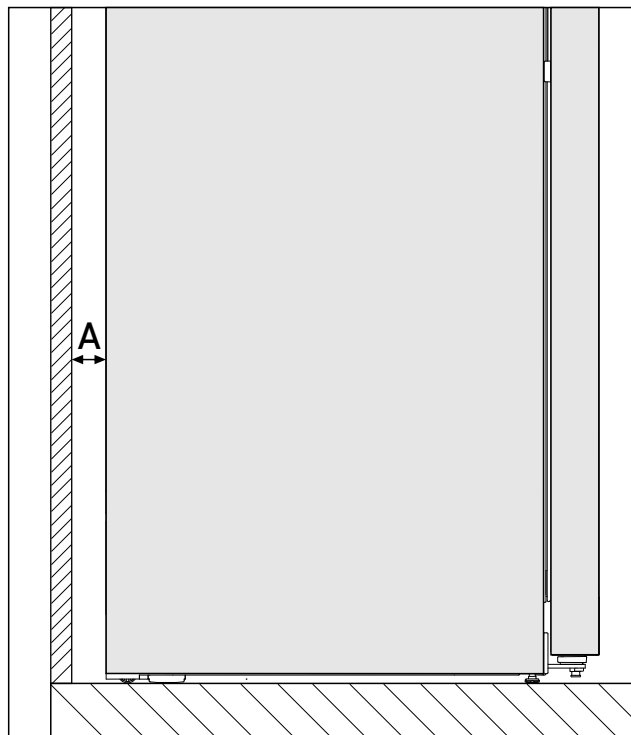

Fig. 2*
Spotreba energie bola určená s odstupom od steny Fig. 2 (A) medzi zadnou stranou zariadenia a stenou. Ak je odstup od steny menší ako Fig. 2 (A), nemá to žiadny vplyv na funkčnosť zariadenia, pri nižšom odstupe od steny sa však nepatrne zvyšuje spotreba energie.*